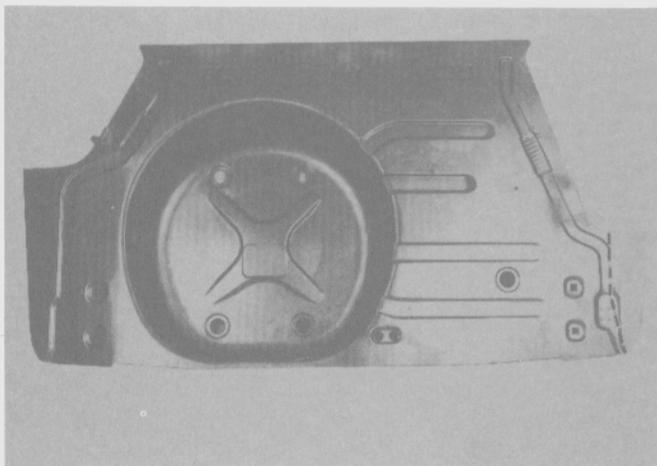

Fig. 301
- Medir, marcar y cortar el nuevo panel del piso (Fig. 301).